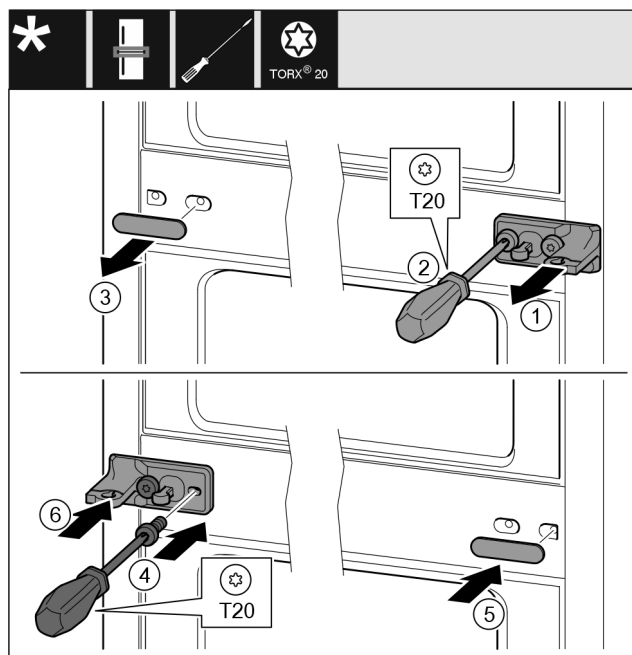

Fig. 29
- ▶ Stáhněte podložku Fig. 29 (1).
- ▶ Šroubovákem vyšroubujte šrouby Fig. 29 (2).
- ▶ Opatrně stáhněte kryt Fig. 29 (3).
- ▶ Stojan ložiska s fólií Fig. 29 (4) otočený o 180° pevně přišroubujte na druhé straně.
- ▶ Kryt Fig. 29 (5) otočený o 180° připevněte na druhé straně.
- ▶ Zepředu nasuňte podložku Fig. 29 (6).